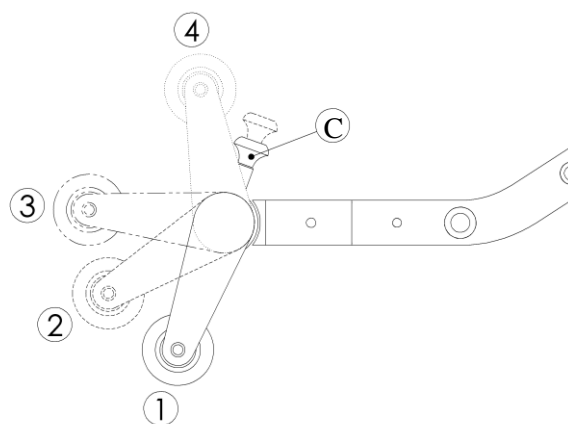

Figure 38 - Possibilités d'ajustement de l'anti-basculant
2. Tirer sur le bouton **C** et le maintenir (figure 38);